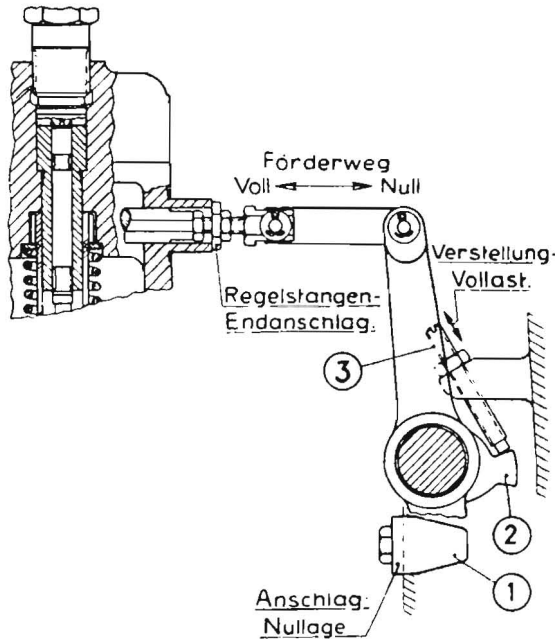

Bild 9
Die Bewegung der Regelstange wird durch Anschläge begrenzt (Bild 9). Die Nullstellung wird durch das Anschlagblech (1) und das Anschlagstück (2) festgelegt und ist nicht veränderlich. Die Zapfenschraube (3) begrenzt die mittels Fußhebel einstellbare Vollastfördermenge.